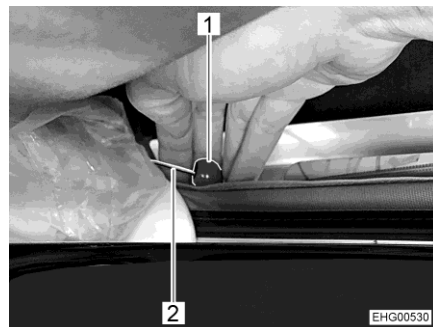

Bild 71 Nödupplåsning
- Dra i den röda knappen (Bild 71,1) på kabeln (Bild 71,2) på båda sidor.